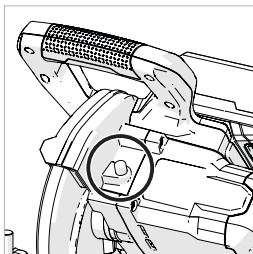

Fig. 18
- Presione el botón negro de bloqueo del eje para bloquear el eje. **(Fig. 18)**